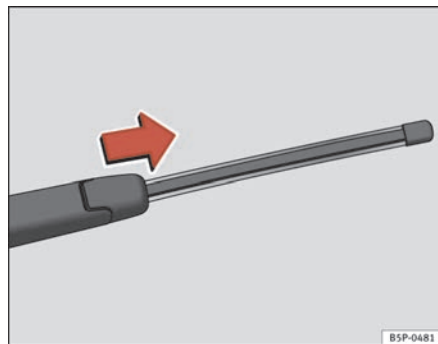

Fig. 144 Extraer la escobilla del limpiaventana
- Separe el brazo del limpiaventana de la luneta ⇒ fig. 144.
- Deslice el adaptador de la escobilla en la dirección de la flecha y retire la escobilla ⇒ fig. 144.